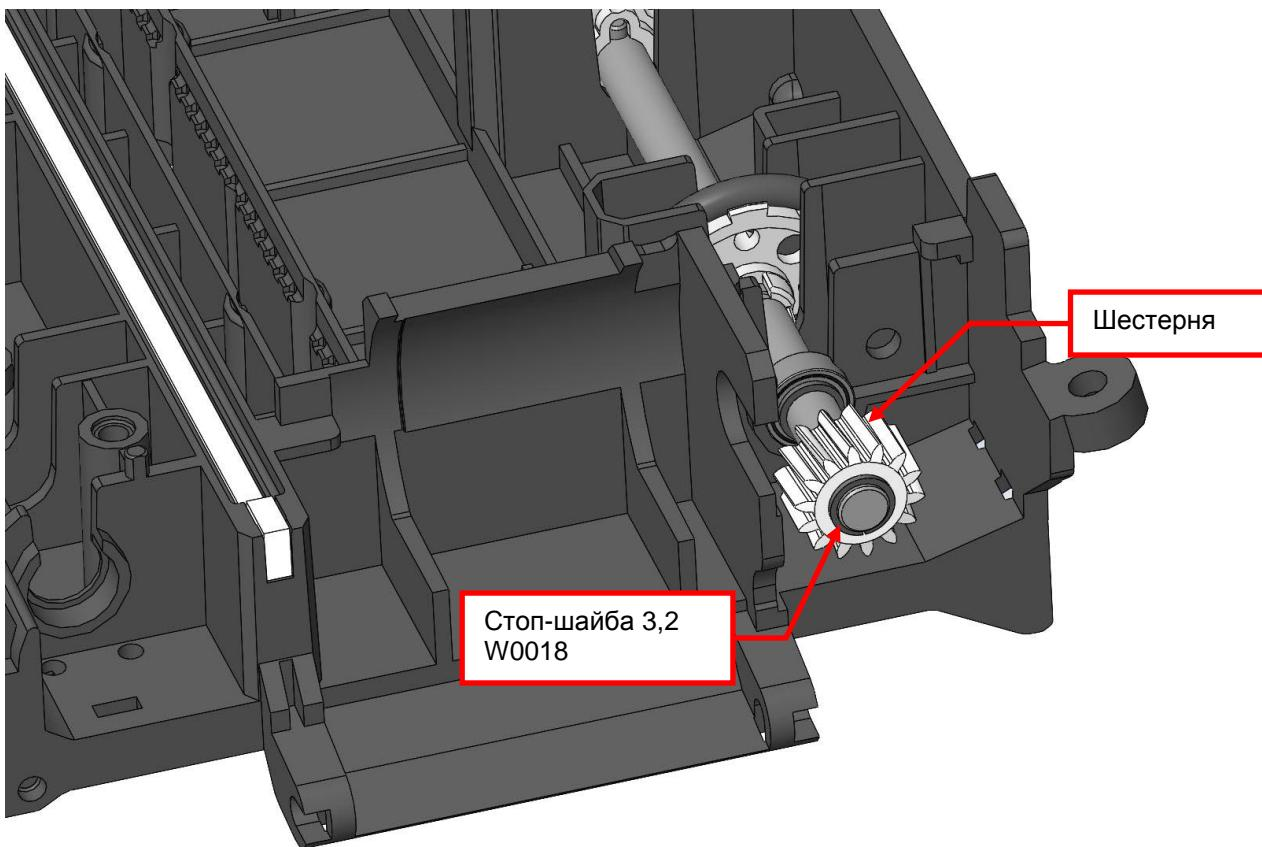

Рисунок 9.33
**9.13.10** Снимите с другого конца передней оси стоп-шайбу 3,2 W0018 и шестерню (см. рис. 9.33).
**9.13.11** Снимите с передней оси штифт, стоп-шайбу 3,2 W0018 и подшипник (см. рис. 9.33). Снимите переднюю ось.